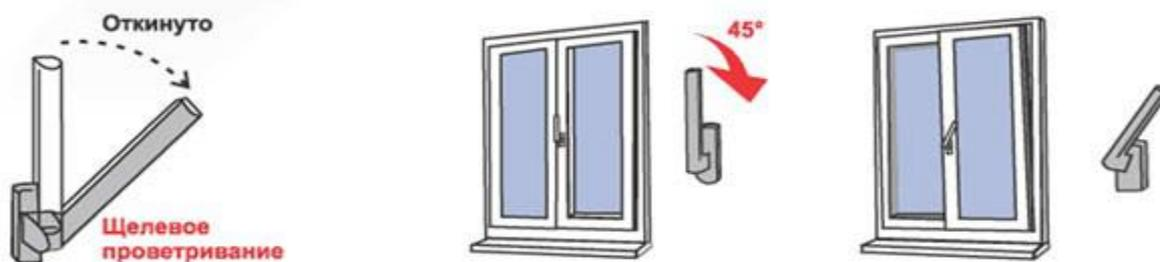

Рис. 3
4) Для перевода створки в положение «Проветривание» ручку поворачивают из положения «Откинута» в положение «Проветривание» на 45 градусов (см. Рис. 3). При этом створка окна (после небольшого поворота относительно нижней горизонтальной оси) фиксируется, будучи неплотно прижатой к раме окна сверху. Зазор между рамой окна и створкой (в верхней части) в данном режиме может составлять от 5 до 10 мм. и регулируется небольшим поворотом ручки (**щелевой режим**).